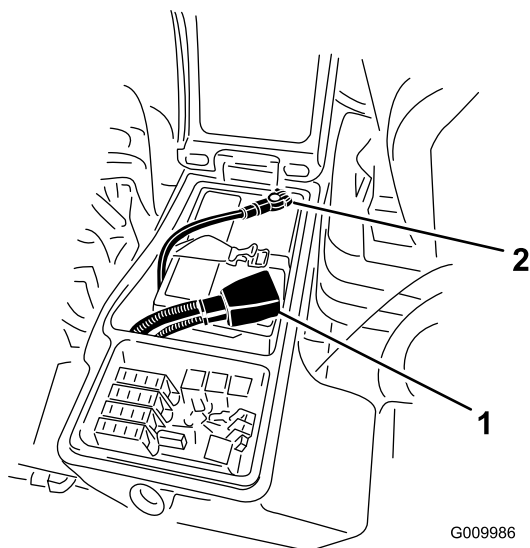

Figura 37
4. Instale o cabo positivo (vermelho) no terminal positivo (+) e o cabo negativo (negro) no terminal negativo (-) da bateria (Figura 37). Prenda os cabos nos pólos com parafusos e porcas. Certifique-se de que o terminal positivo (+) se encontra correctamente colocado no pólo e de que o cabo se encontra correctamente encaixado na bateria. O cabo não deverá estar em contacto com a cobertura da bateria. Coloque a protecção de borracha sobre o terminal positivo para evitar um curto-circuito.